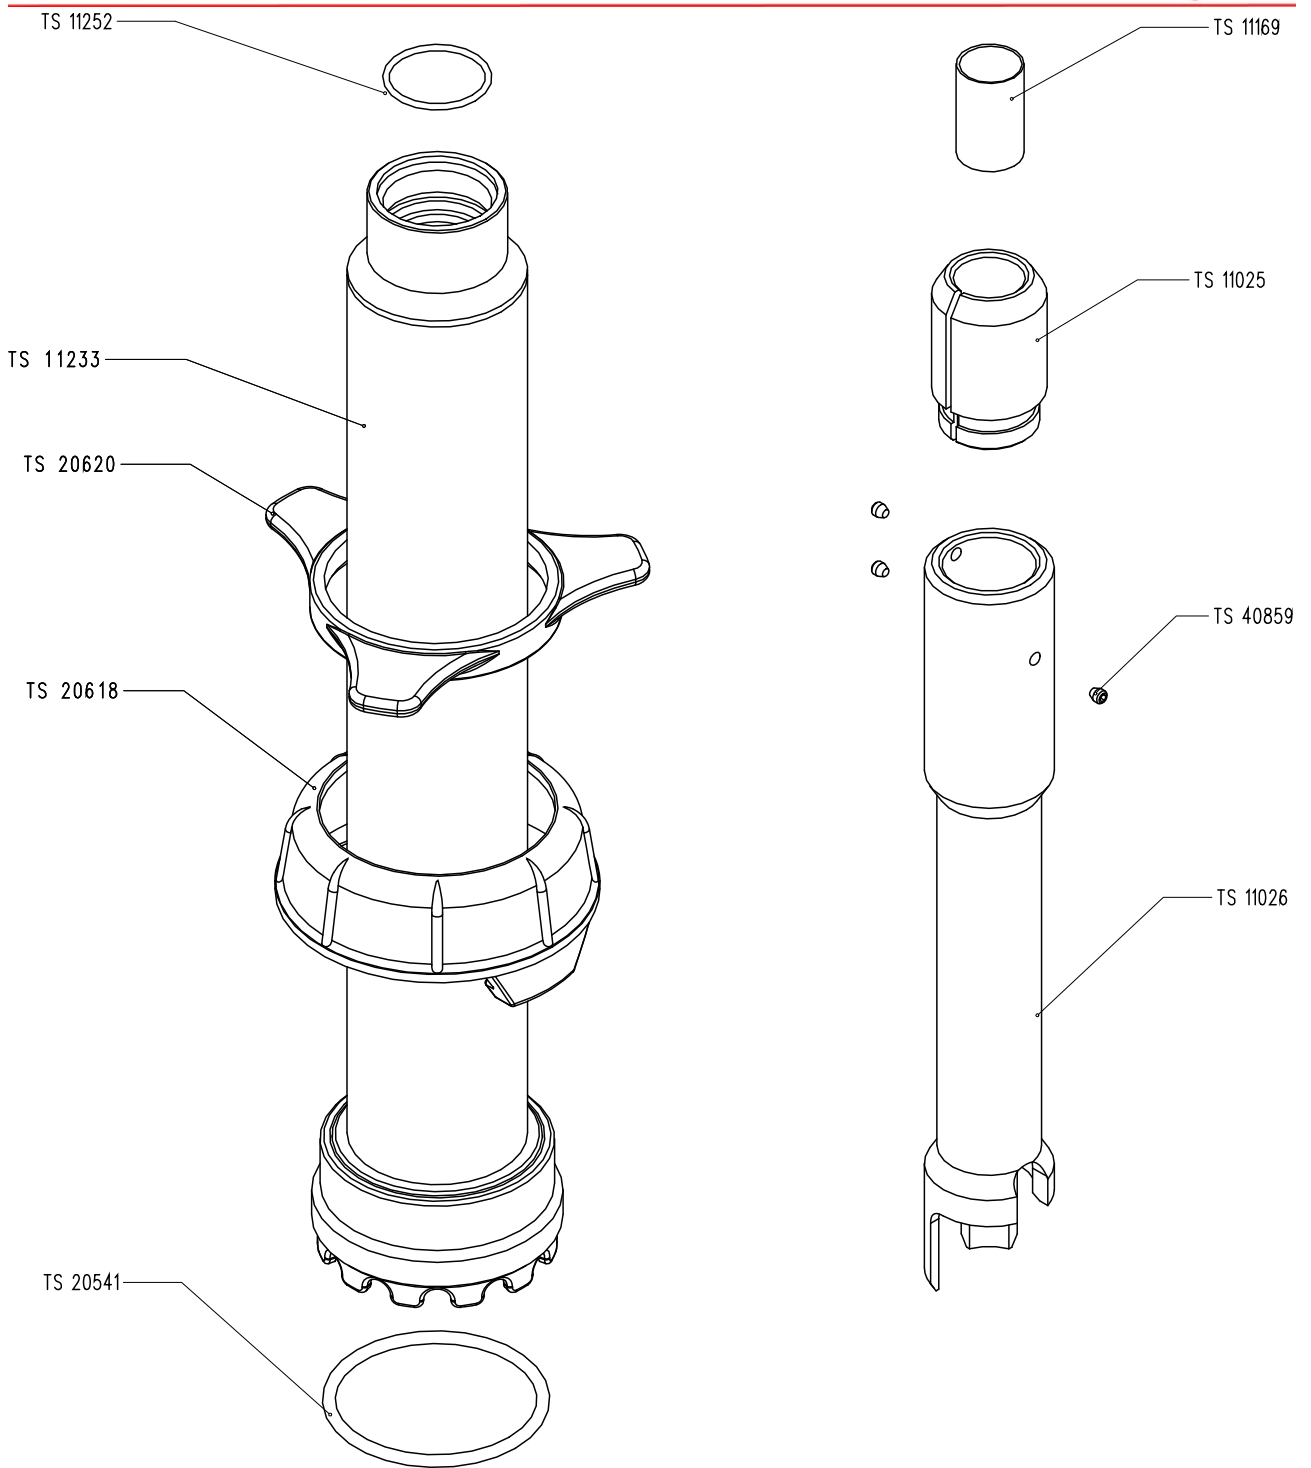

Figura 13-7: tubo de alojamento SS2-Q2 com lastro TS 10182, detalhes
- Figura 13-7: tubo de alojamento SS2-Q2 com lastro TS 10182, detalhes